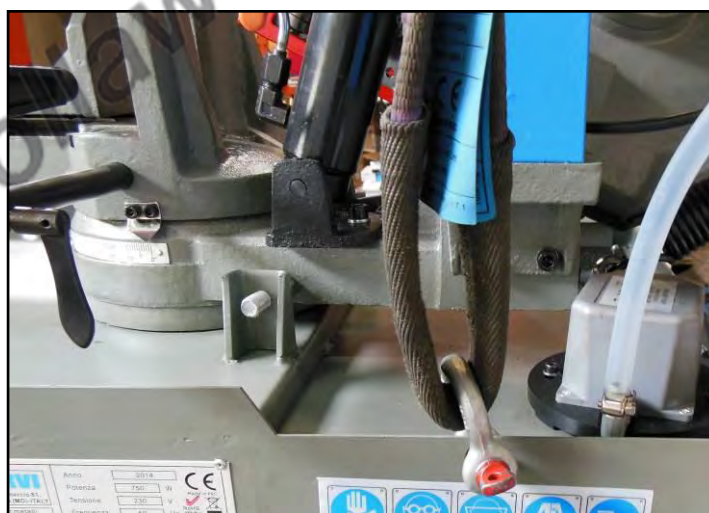

Figura 13 - Verifica della posizione delle fasce.
3. Verificate che le fasce siano posizionate correttamente quindi iniziate il sollevamento, procedendo lentamente senza movimenti bruschi (Figura 13).